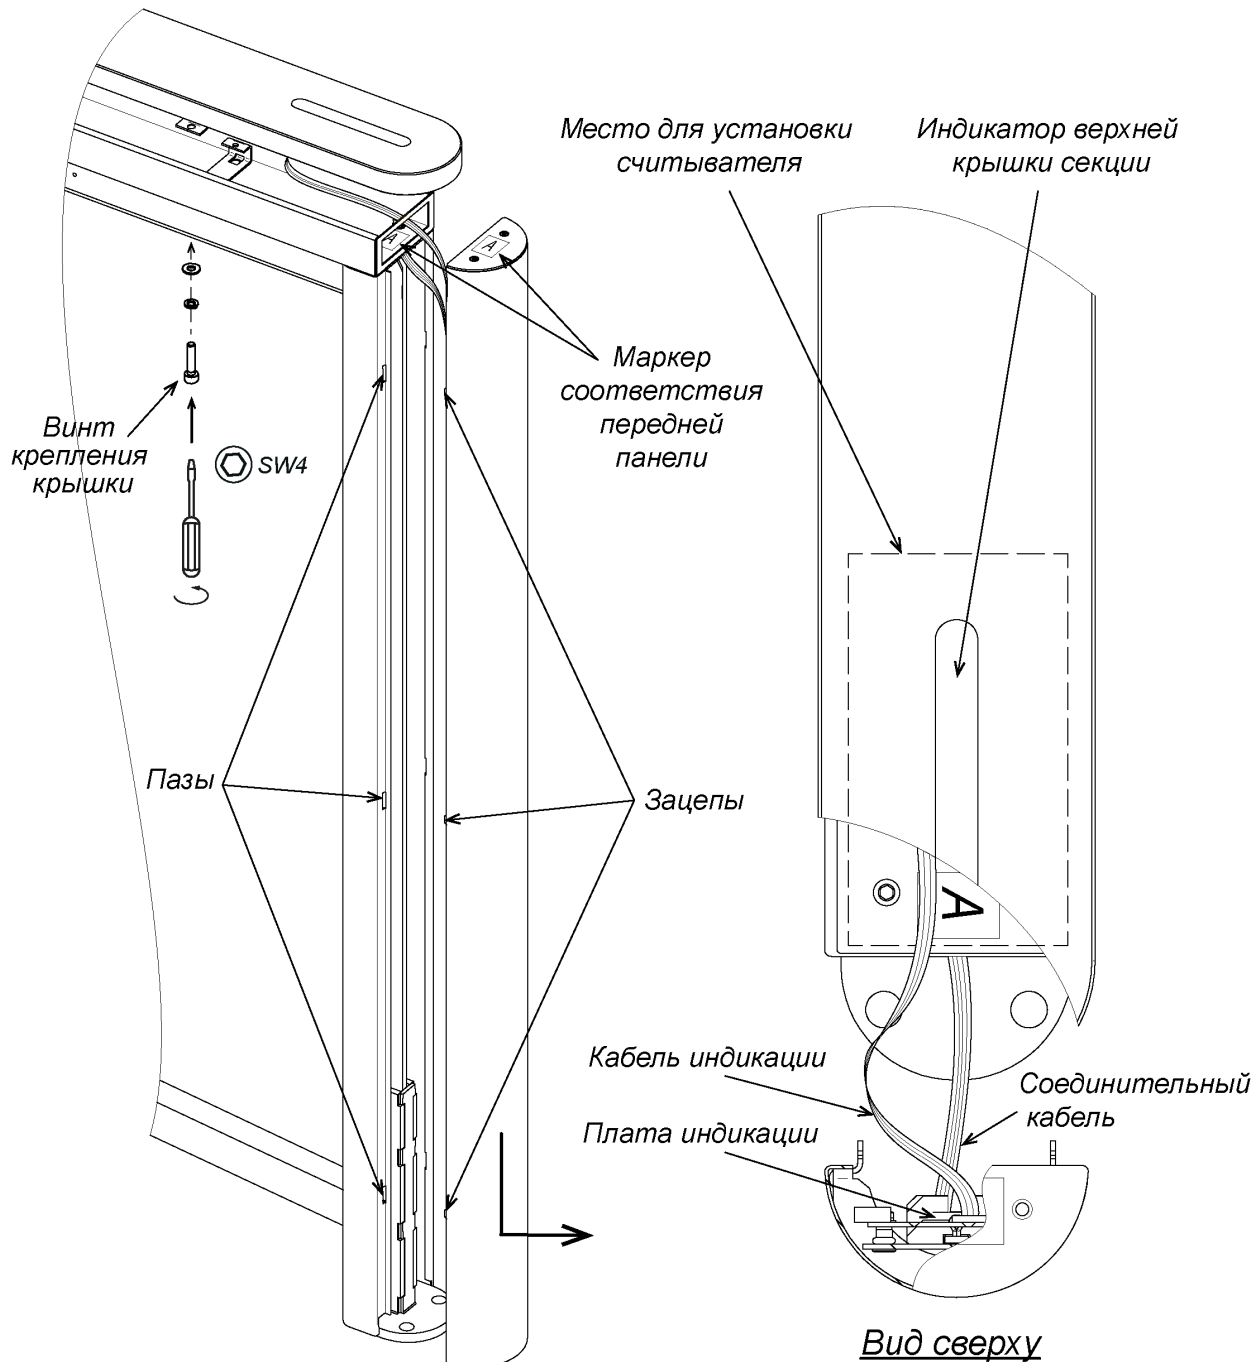

Рисунок 20. Снятие передней панели боковой стойки
21. При необходимости произведите монтаж считывателей карт доступа в верхнем коробе секции (см. рис. 20).
24. Установите на свои места передние панели боковых стоек (10) (разд. 8.8.2). При установке передних панелей с платами индикации **ОБЯЗАТЕЛЬНО** соблюдайте соответствие маркеров на панели и на секции (см. рис. 20). После установки проверьте, чтобы верхний край панелей находился на одном уровне с корпусом секции.
Для снятия передней панели боковой стойки (10) – сдвиньте ее вдоль стойки вниз и затем на себя, выводя зацепы панели из пазов в боковой стойке (см. рис. 20). Осторожно, не повредите соединительный кабель! Отсоедините разъем соединительного кабеля от платы индикации.
При установке передних панелей с платами индикации ОБЯЗАТЕЛЬНО соблюдайте соответствие маркеров на панели и на секции (см. рис. 20).
- Подключите соединительный кабель от модуля управления индикацией (разъем "PASS", рис. 20) к плате индикации.
- С помощью ключа шестигранного SW4 закрутите четыре винта M4×16 с пружинными шайбами из комплекта поставки через отверстия в нижней части верхнего короба секции (см. рис. 20).